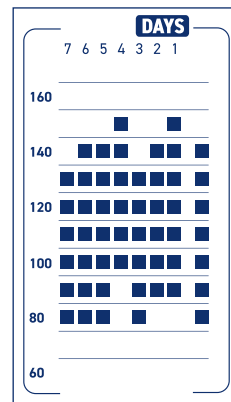

Figura 5
- Nella parte destra del display Figura 4 compare un diagramma a barre Figura 4 che indica i risultati della misurazione degli ultimi 7 giorni. Qui è possibile seguire l'andamento dei valori misurati della pressione sanguigna (Figura 5). La barra destra mostra la misurazione corrente. Le barre a sinistra mostrano le misurazioni dei 7 giorni precedenti. Se sono state eseguite più misurazioni in un giorno, viene visualizzato il valore medio di queste misurazioni. Se non sono state eseguite misurazioni in un giorno, la colonna rimane vuota.